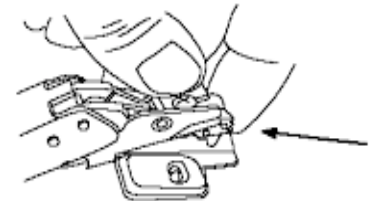

Fig. 8
3. Monte las bisagras en la puerta (Fig. 8). Asegure con los tornillos provistos. **NO AJUSTE EXCESIVAMENTE LOS TORNILLOS DE MONTAJE DE LA BISAGRA.** Use un destornillador Phillips para ajustar manualmente estos tornillos hasta que se traben.